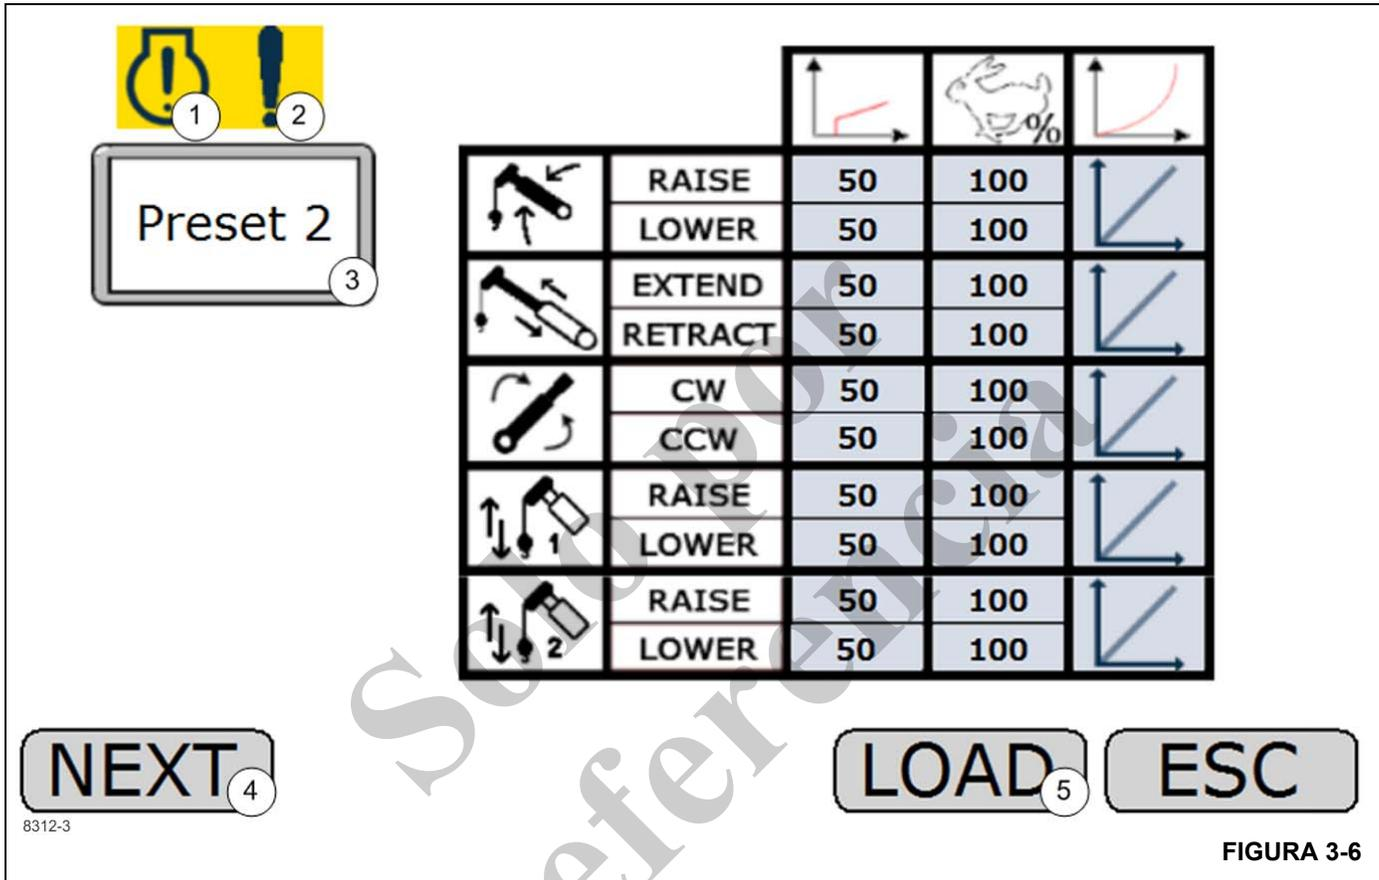

FIGURA 3-6
La vista de carga de preajustes (Figura 3-6) permitirá al operador ver/cargar tres diferentes preajustes (preajuste 1, preajuste 2 y preajuste 3) o de cargar la opción “sin
**Indicador de falla de motor activa (1) (Figura 3-6)**